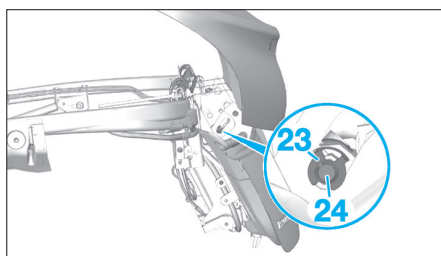

Fig. 124
- Pour le vérin gauche, déposer le clip (23) et l'axe (24) du vérin en partie supérieure (Fig.124).